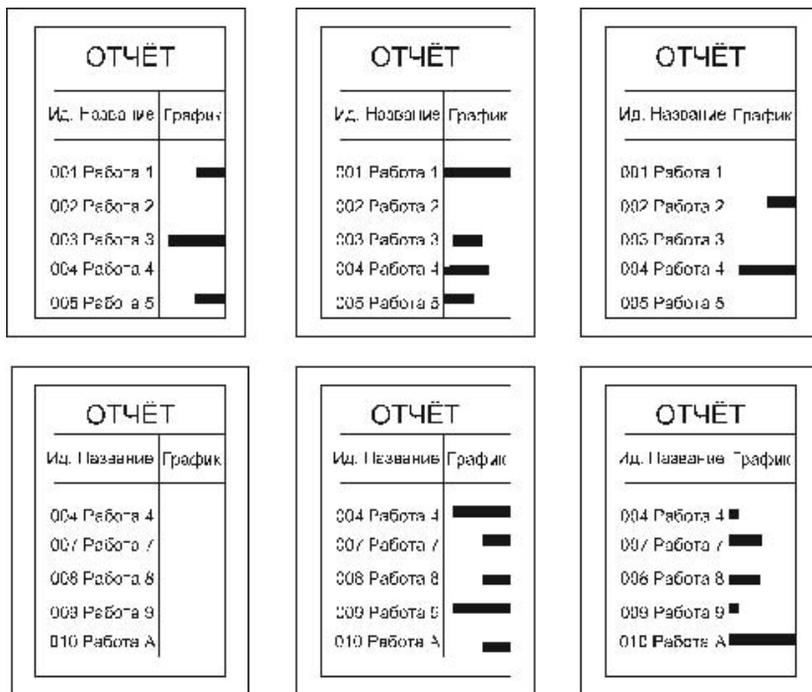

Рис. 6.2. Схематическое изображение распечатки отчета на листах бумаги
На рис. 6.1 линиями схематически показаны границы листов бумаги, покрывающих распечатку. Если в распечатку входят табличная часть и календарная диаграмма, которая не помещается на одном листе, то на каждом последующем листе по ширине повторяется печать таблицы, расположенной в левой части отчета, как это показано на рис. 6.2. Но справа от этой таблицы на каждом листе печатается уже другая часть календарной диаграммы.
В связи с тем, что расположение отрезков задач на календарной части линейной диаграммы может быть произвольным, на некоторых листах распечатки такие отрезки могут просто отсутствовать (примеры таких листов — левый лист в нижнем ряду на рис. 6.2). Возможности Project позволяют при необходимости исключить печать таких листов.
6. В поле календарной диаграммы отрезки задач могут располагаться по-разному. Поэтому в распечатке могут появиться листы, не содержащие никакой информации. Примеры таких листов можно найти на рис. 6.2. Для исключения из распечатки "пустых" страниц следует сбросить флажок **Печатать пустые страницы**.